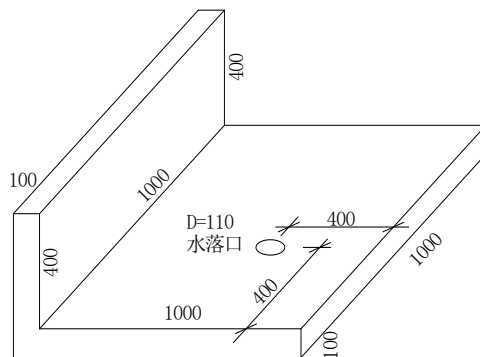

图2 JS聚合物水泥防水涂料模型
(2) JS防水涂料模型：模拟女儿墙节点，包括屋面平面、女儿墙立面、水平阴角、水落口，涂料防水操作模型（见图2）。